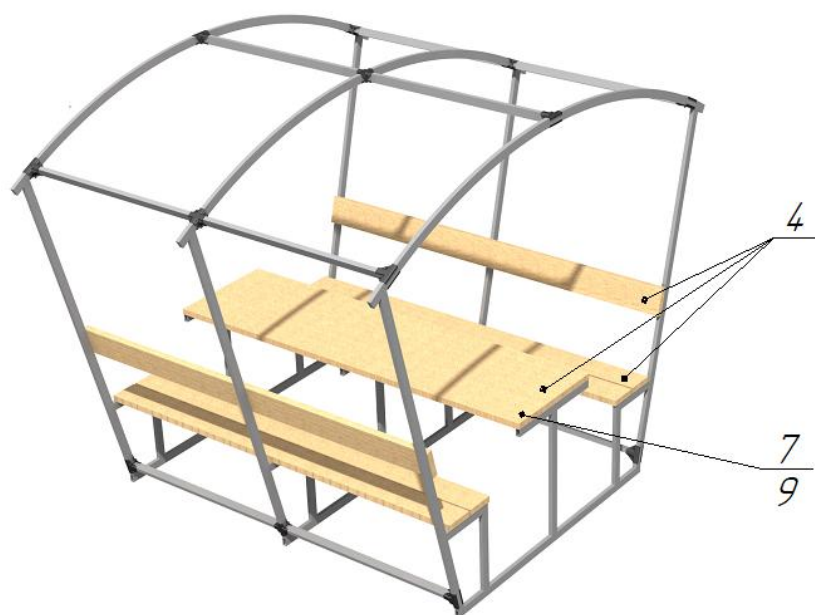

Рис.5 Монтаж стола и лавок
7. Установить на полученный каркас доски Поз.4 в области лавок и стола и зафиксировать их с помощью мебельных болтов Поз.7 и гаек Поз.9 (рис.5).